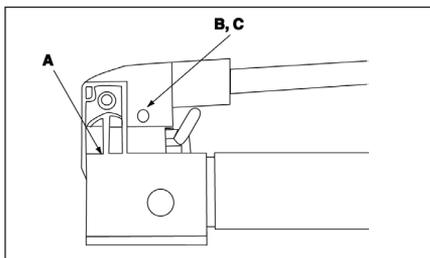

Figure 10
Pour prolonger la durée de vie de la pompe et en améliorer les performances, lubrifier l'axe du balancier (A), l'axe transversal (B) et la tête de piston (C) régulièrement en utilisant de la graisse pour roulements à rouleaux. Voir figure 10.